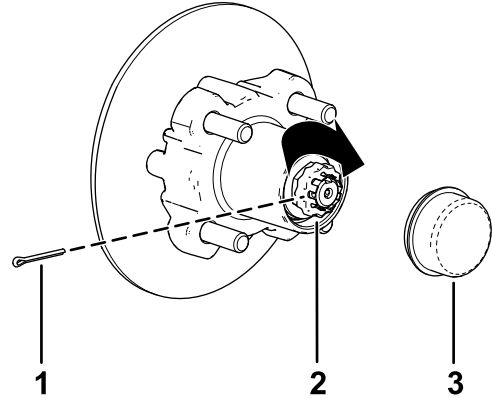

Figure 36
8. Placez l'arrêt d'écrou sur l'écrou et vérifiez que la fente dans l'arrêt et le trou dans la fusée sont alignés afin de pouvoir insérer la goupille fendue (Figure 36).
9. Insérez la goupille fendue et repliez chacune de ses pattes autour de l'arrêt d'écrou (Figure 36).
10. Reposez le couver-moyeu sur le moyeu (Figure 36).